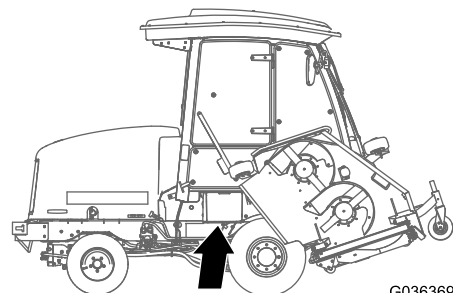

図 53
1. バッテリーカバーを開いてシュラウドの上に置く 図 53。
注 バッテリーカバーの上部の平らな面を下向きに押しとカバーを簡単に外すことができます 図 53。